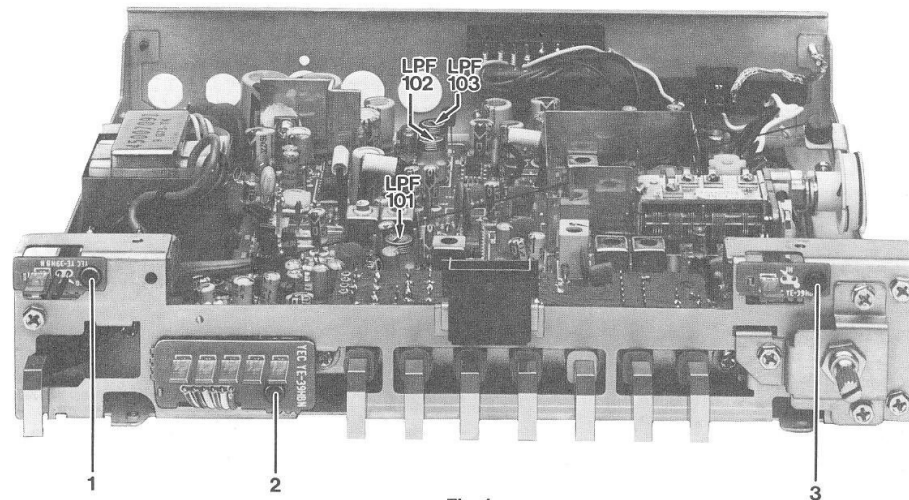

Fig. 1
3. Die Trägerplatten der LED's sind mit Kunststoffdübeln befestigt (1-3, Fig. 1). Zum Ausbau die Stifte mit einer dünnen Schraubendreherklinge abhebeln und herausziehen.
3. The LED carrier boards are attached by means of plastic dowel pins (1-3, Fig. 1). For removal slowly lift the pins by a sharp screwdriver and pull them out.
1. **ACHTUNG!** Die Tiefpaßfilter LPF 101–103 dürfen nicht verdreht werden (Fig. 1).
1. **ATTENTION!** The low pass filters LPF 101–103 must not be tuned (see Fig. 1).